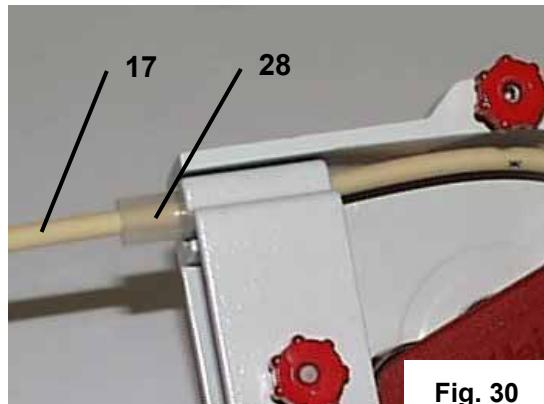

Fig. 30
3.7. Utilizzo di tubi con diametri interni ridotti (misure da 0,8 e 1,7 mm) (fig. 30)
- A questo scopo far scorrere entrambi i segmenti (28) sul tubo di pompaggio (17) e posizionare poi quest'ultimo (17) assieme ai segmenti (28) nella testa della pompa in maniera tale che i segmenti vengano a trovarsi esattamente sotto la staffa di arresto. Per il resto procedere come al capitolo «Inserimento del tubo».